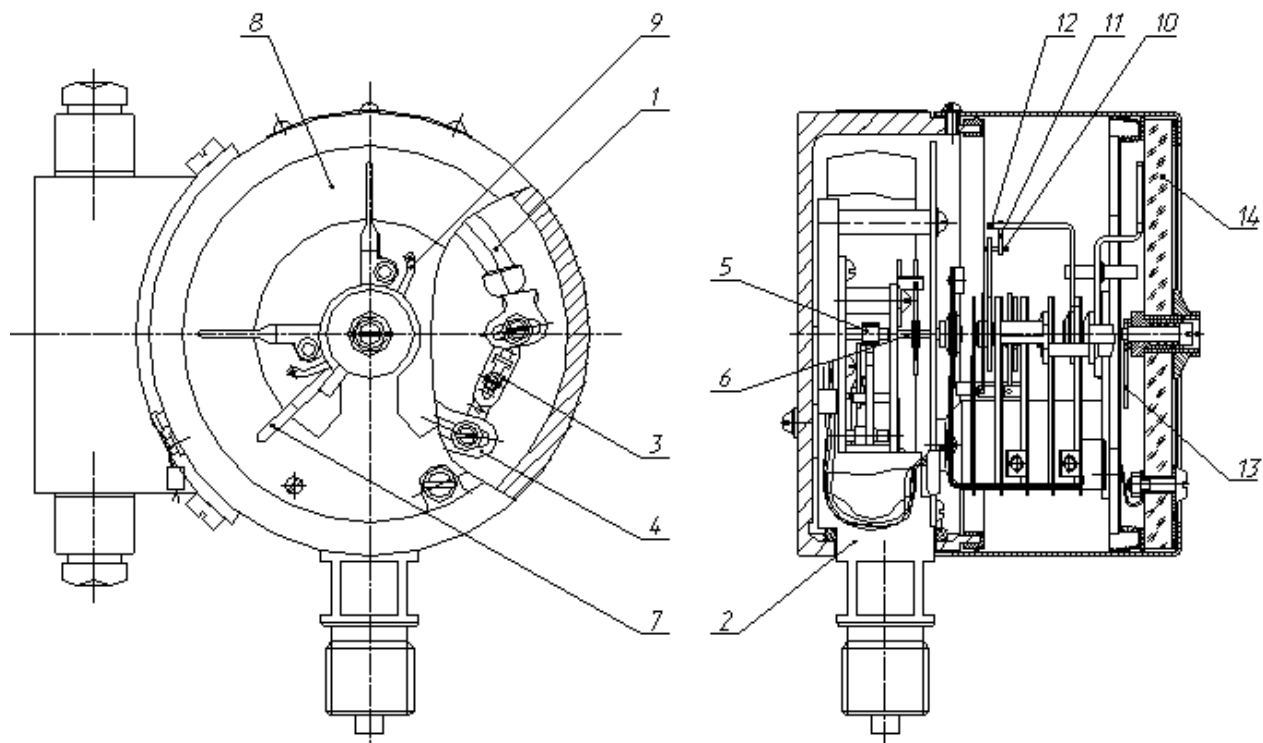

Рисунок 1
1.3.2 Измеряемое давление подается во внутреннюю полость манометрической пружины 1 (см рис.1), один конец которой жестко закреплен в держателе 2, а второй свободен. Перемещение свободного конца чувствительного элемента через тягу 3 передается на сектор 4 и трибку 5 с установленной на ее ось 6 стрелкой 7. Стрелка перемещается вдоль шкалы 8 и показывает значение измеряемого давления.